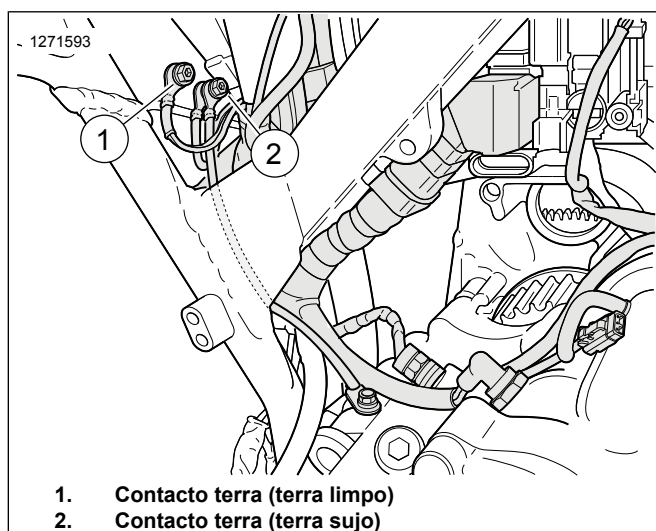

Figura 42. Localizações do contacto terra da caixa da bateria
Ver Figura 42 . Encaminhe e conecte o fio terra do ATM ao contacto terra **limpo** (1). Aperte.